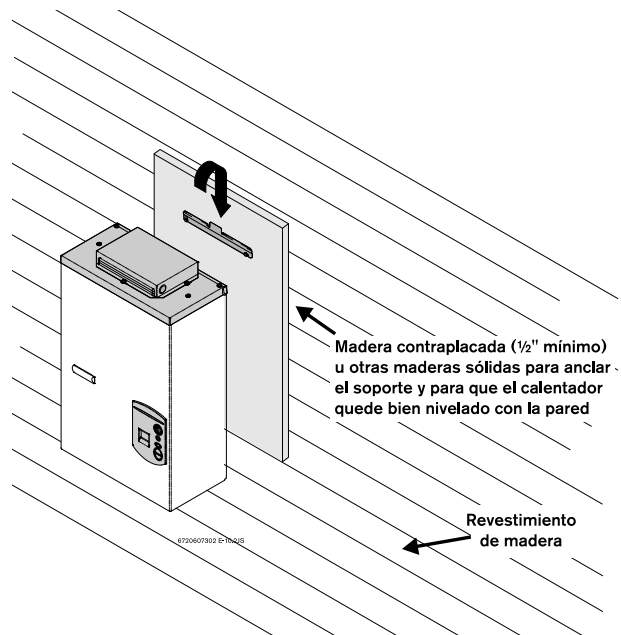

Fig. 9
- ▶ El calentador de agua está diseñado para ser montado en una pared. Fije el soporte de montaje en la pared. Véase la fig. 9.